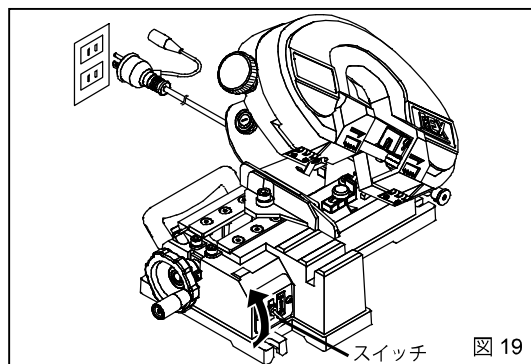

図 19
5. 切断前の点検 (図 19)
- ① 電源プラグをコンセントに接続します。
- ② フレームを上げた状態でベース右面前側にあるスイッチを ON にします。
- ③ 以下の点を確認してください。
- ④ 確認が終わったら、電源プラグをコンセントから一旦、外しておいてください。